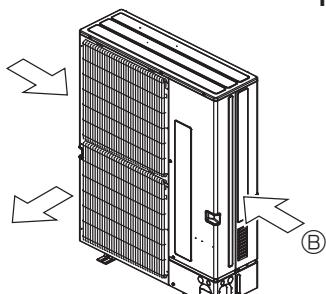

Fig. 2-4
- ③ Coloque la unidad de manera que la salida de aire sopla en dirección perpendicular a la dirección estacional del viento, si la conoce. (Fig. 2-4)